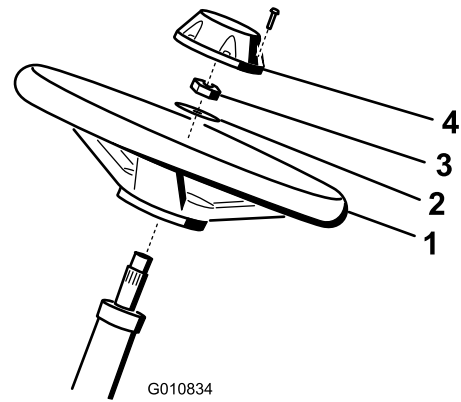

Bild 5
1. Schieben Sie das Lenkrad auf die Lenkwelle (**Bild 5**).
2. Schieben Sie die Scheibe auf die Lenkwelle (**Bild 5**).
3. Befestigen Sie das Lenkrad mit einer Sicherungsmutter an der Welle und ziehen es auf 27-35 N·m an (**Bild 5**).
4. Setzen Sie den Deckel auf und befestigen ihn mit sechs Schrauben am Lenkrad (**Bild 5**).